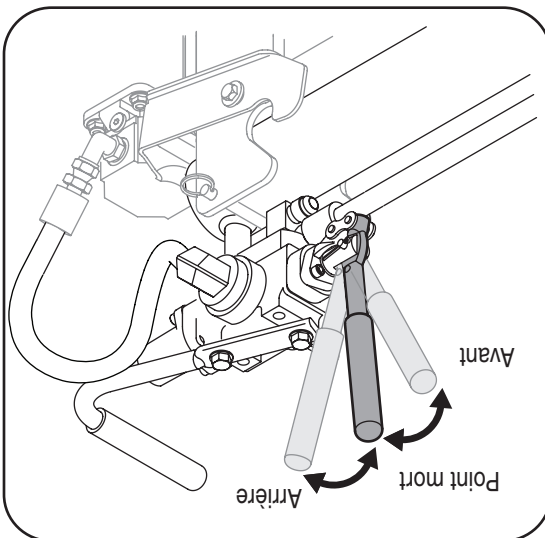

Figure 4-5
4. Déplacez la manette de commande de la soupape hydraulique vers l'AVANT jusqu'à ce que le bélier touche la bûche. Remplacez la manette au POINT MORT pour arrêter le bélier. Voir la Figure 4-5.